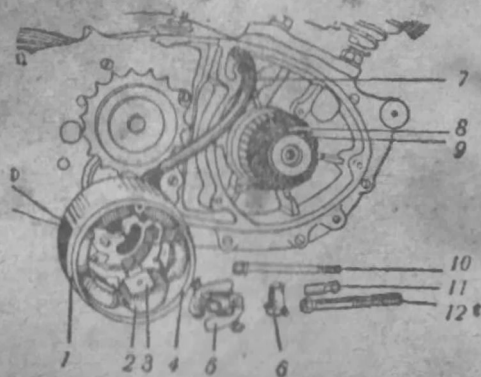

Рис. 27.
**ГЕНЕРАТОР.** (См. рис. 27). Назначение генератора — подзаряд аккумулятора и питание всех потребителей тока на средних и больших оборотах двигателя. На мо-